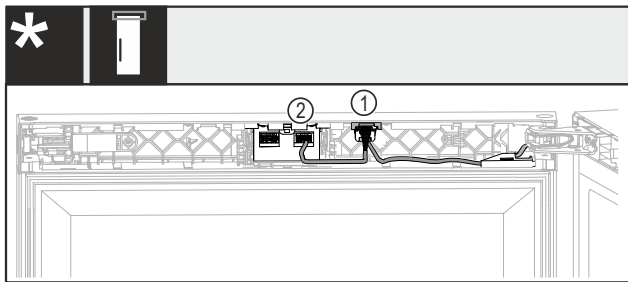

Fig. 45 Ilma lukuta või mehaanilise lukuga*
- Lükake mõlema kaabliga pistik Fig. 45 (1) juhikusse.*
- Fikseerige ühe kaabliga pistik Fig. 45 (2) paremasse pessa.*